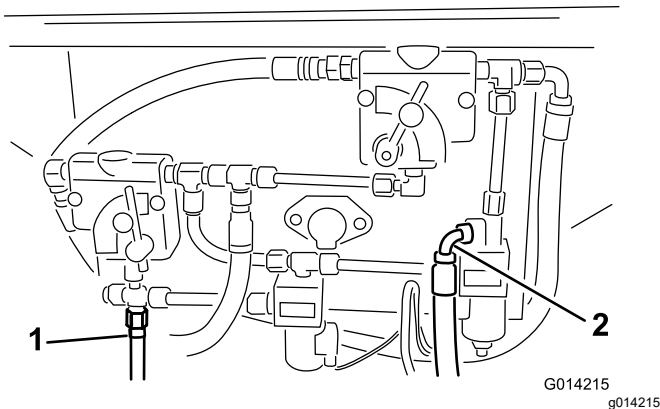
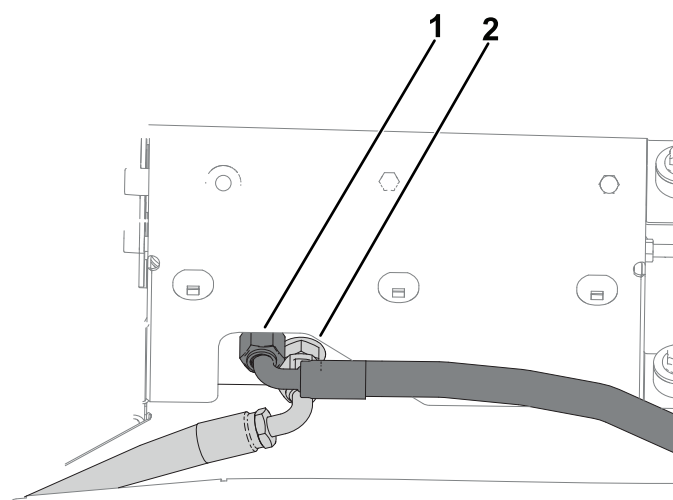
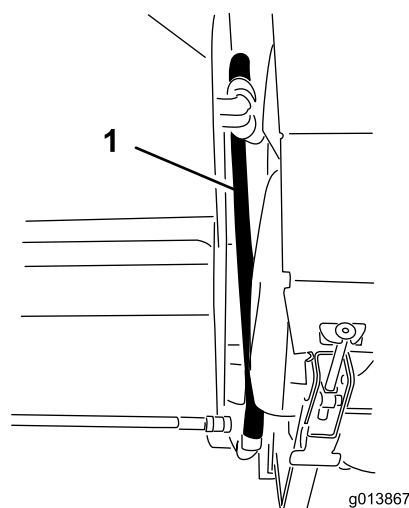
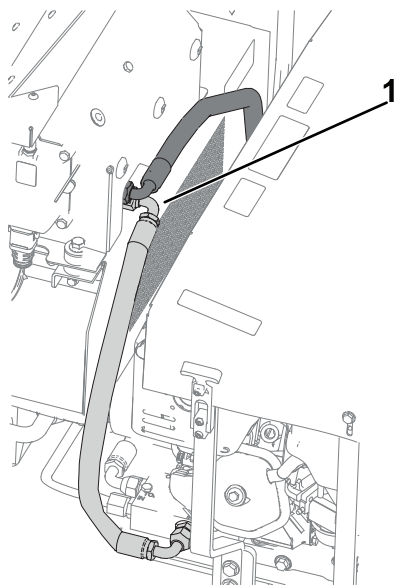

Figura 14
Figura 15
Figura 16
Figura 17
11. Identifique las conexiones de presión y retorno en el modelo básico de la máquina. Consulte Figura 14 para las versiones SH y Figura 15 para las versiones EH.
12. Si ya había mangueras de presión y retorno instaladas en los puntos indicados en Figura 14 y Figura 15, retírelas.
13. Conecte las mangueras hidráulicas al panel de control hidráulico. Consulte Figura 14 y Figura 16 para las versiones SH, y Figura 15 y Figura 17 para las versiones EH.